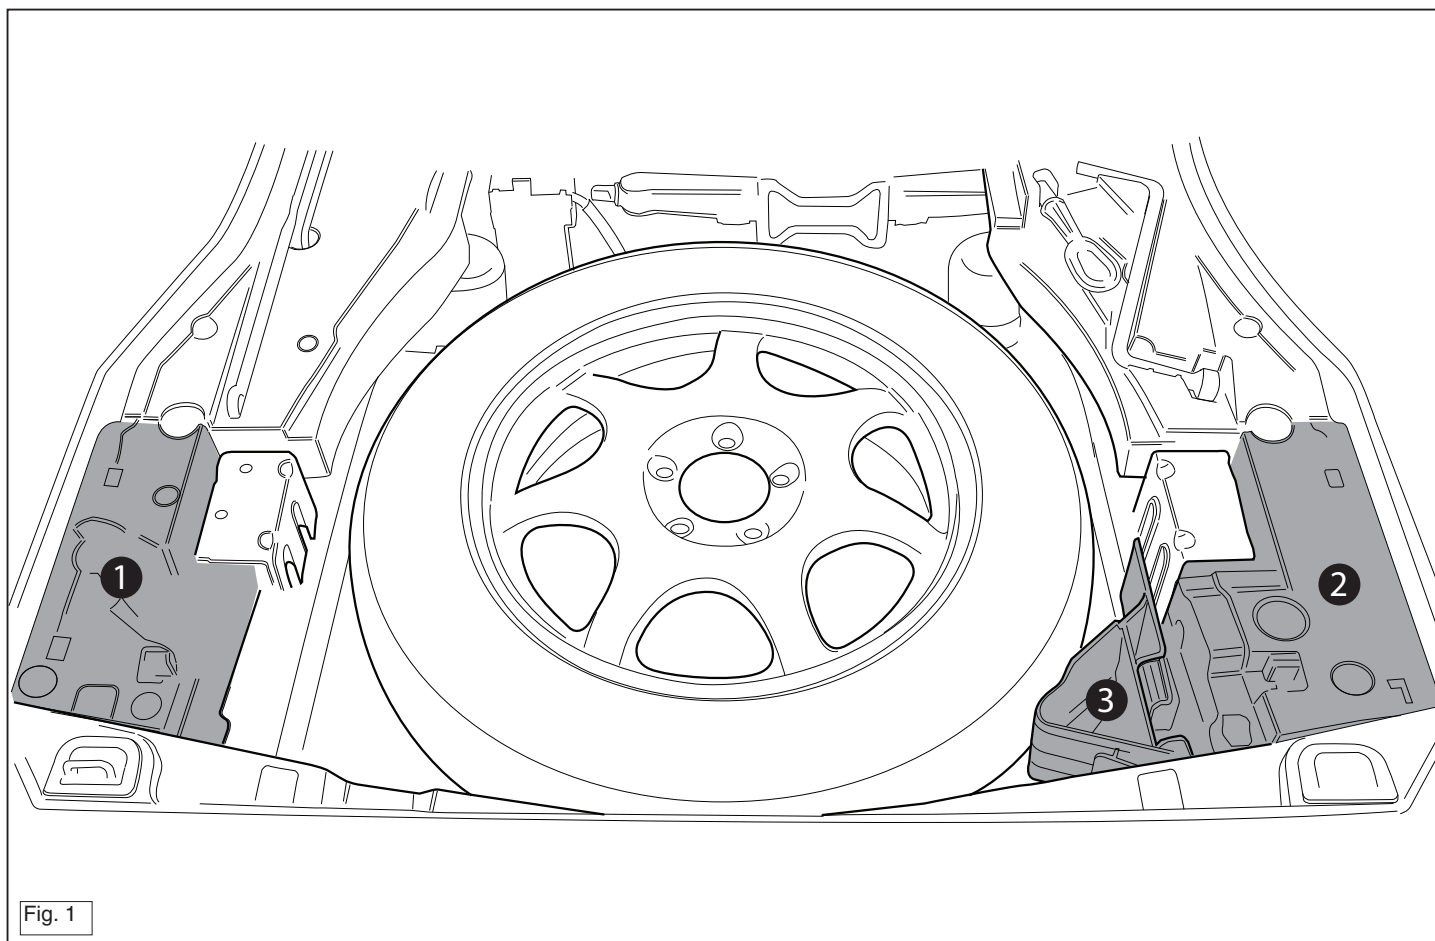

Fig. 1
3. Remove the parts indicated in figure 1.
3. Die in Abbildung 1 angegebenen Teile abmontieren.
3. Démontez les pièces indiquées sur la figure 1.